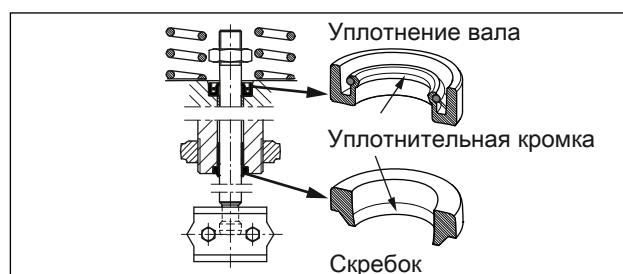

Рис. 27: Выравнивание уплотнительного кольца вала и скребка
- Установите уплотнение вала с помощью подходящего инструмента. Убедитесь в том, что уплотнительные кольца вала правильно выровнены, см. Рис. 27.
6. Установите уплотнение вала с помощью подходящего инструмента. Убедитесь в том, что уплотнительные кольца вала правильно выровнены, см. Рис. 27.